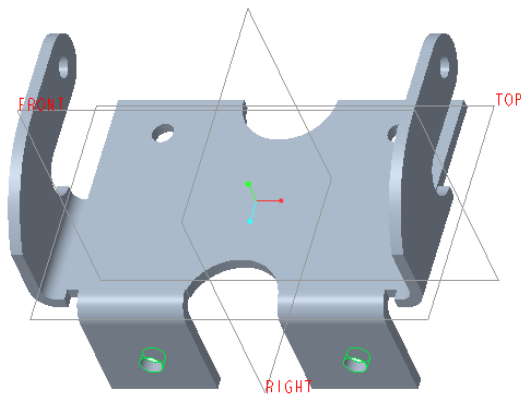

图 5-186 切割出两个小孔
(5) 单击“拉伸”选项卡的  (完成) 按钮, 得到的钣金件切口效果如图 5-186 所示。